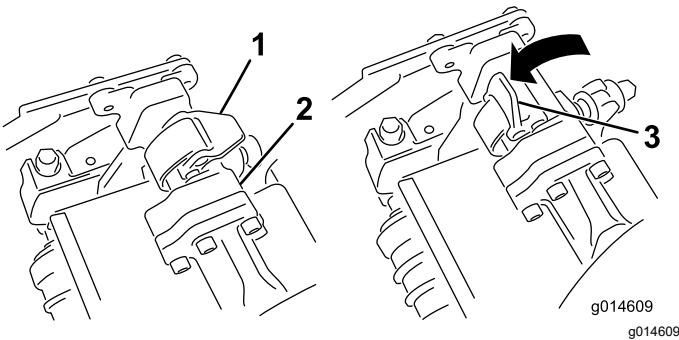

Figure 68
3. Ouvrez les verrous sur la barre du bras de suspension (Figure 68) et poussez le bras vers le bas de sorte que la barre recouvre les deux bras d'inclinaison sur l'unité de coupe; assurez-vous que les verrous passent sous la barre transversale de l'unité de coupe (Figure 69).
4. Fermez les verrous autour de la barre de l'unité de coupe et bloquez-les en place (Figure 68).
6. Ouvrez les verrous sur la barre du bras de suspension de l'unité de coupe que vous voulez déposer (Figure 68).